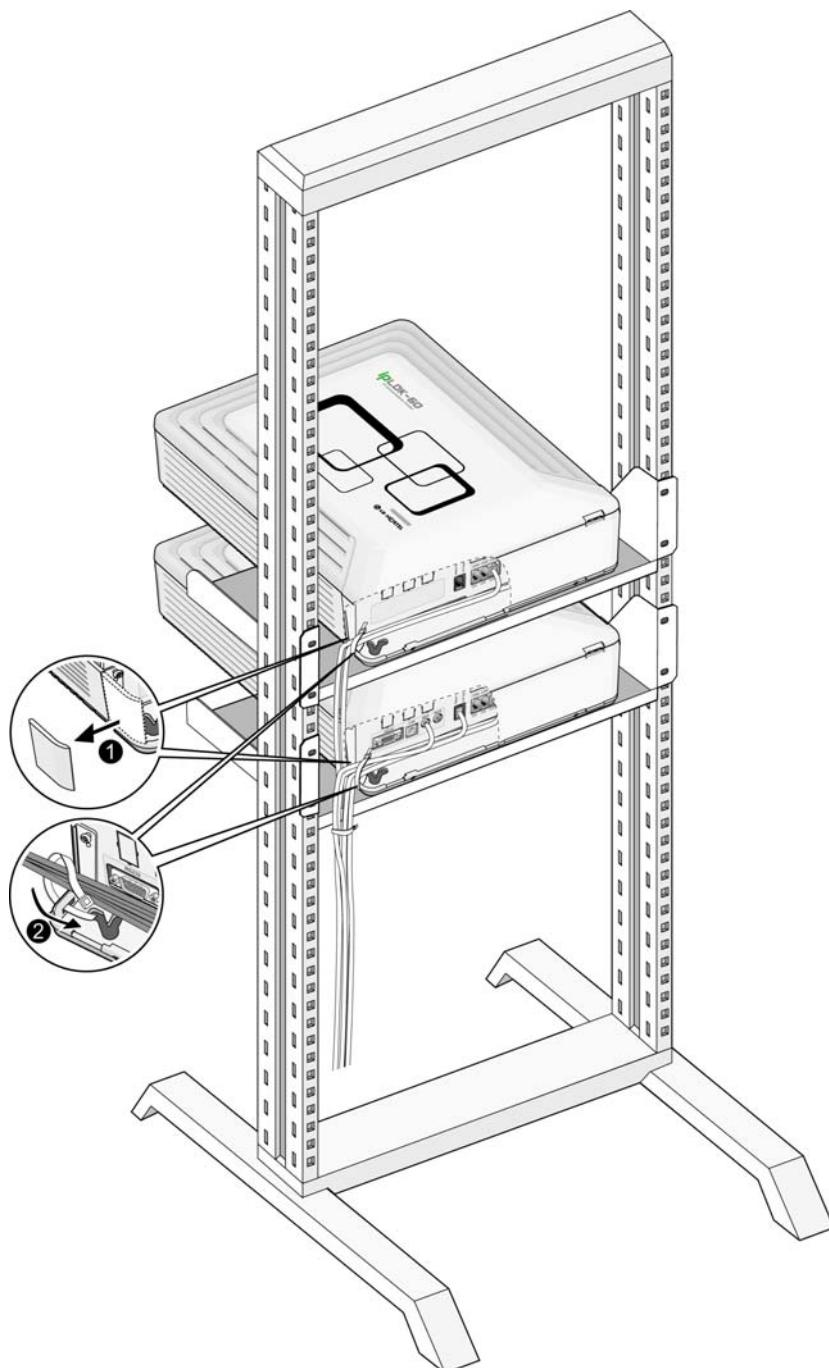

Рис. 5.2.2 Прокладка кабелей при монтаже в стойку
2. Подсоедините кабели к порту CO/STA и портам MOH/RS-232C как показано на Рис. 5.2.2.